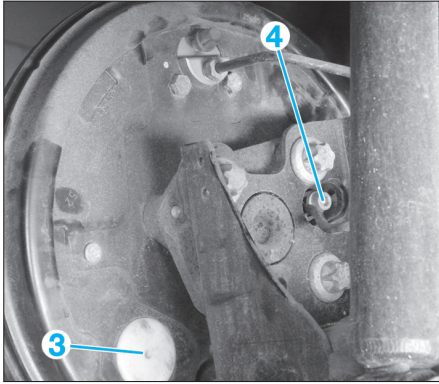

FIG. 21
- Déposer les caches (3) de la trappe d'accès des câbles de frein de stationnement des tambours puis les décrocher (Fig.21).
- Déposer la vis (4) des capteurs de vitesses de roue et les dégager des tambours et du train arrière.